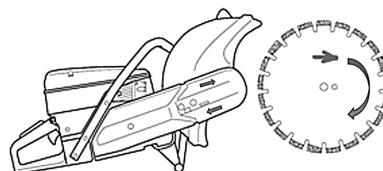

Рис. 5 Проверка направления вращения диска
- Проверьте направление вращения диска (Рис. 5). Убедитесь, что диск вращается в направлении, указанном стрелкой на диске. Направление вращения показано стрелками на кожухе режущего узла бензореза и полотне диска.